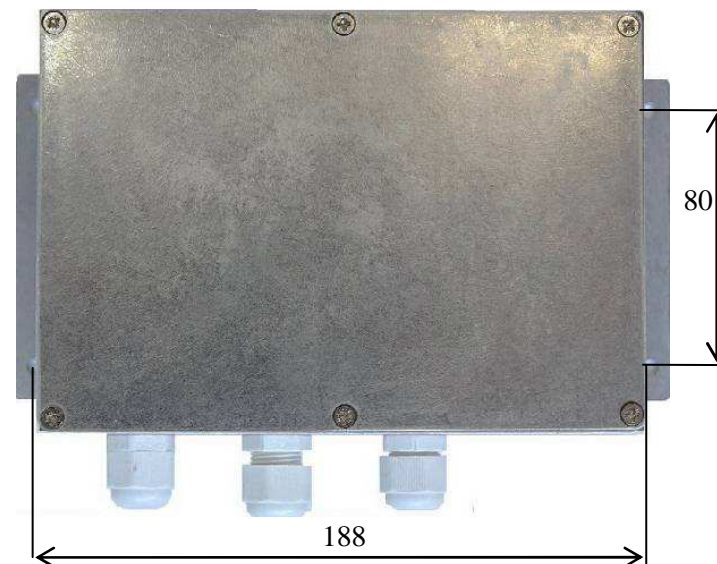

Рисунок 4.1 Внешний вид УПК-1У
1. Закрепите корпус УПК к поверхности стены и т. п. (разметка по рис.4.1) вблизи от видеокмеры (до 1 м).